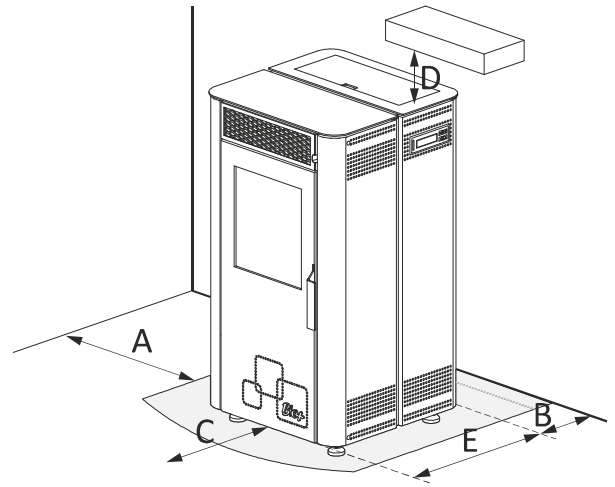

Figura 2
- 4.19.** Compruebe los espacios entre la estufa, el combustible y cualquier tipo de material inflamable, compruebe *figura 2.*